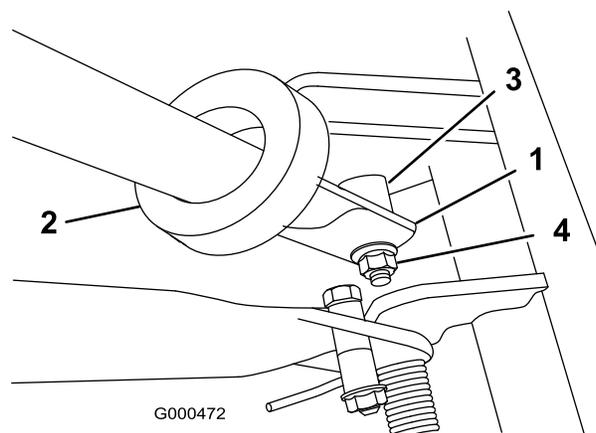

Figura 8
3. Apriete las secciones inferiores hacia dentro e instálelas sobre el talón del bulón (Figura 8).
4. Fije el manillar al perno y al bulón con la contratuerca de arandela prensada (Figura 8).
2. Introduzca los extremos del manillar por las ranuras de los brazos de soporte del manillar (Figura 8).